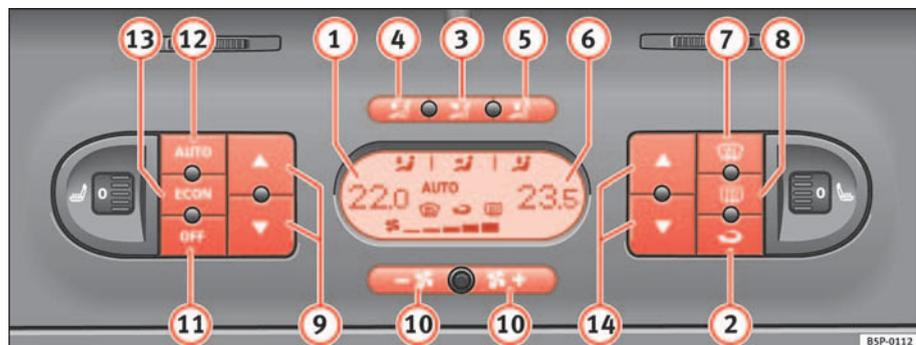

Fig. 127 Sur le tableau de bord : éléments de commande du Climatronic 2 zones
- Appuyez sur l'une des touches ⇒ page 164, fig. 127 (3) à (5), sur la touche (ECON) ou appuyez sur les touches de la soufflante (10) pour activer le mode manuel. Le symbole (AUTO) disparaîtra alors de l'affichage.
- Appuyez sur la touche  ⇒ page 164, fig. 127  pour activer ou désactiver le mode recyclage de l'air ambiant. Il est activé si vous voyez sur l'affichage le symbole .